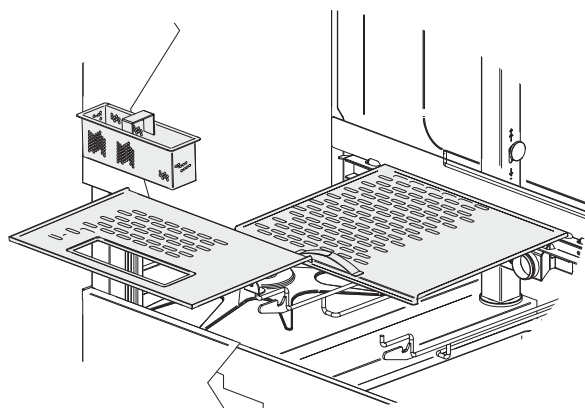

рис. 8
- После слива воды из бака извлеките фильтры и насосы (см. рис. 8 – 9). Соблюдайте осторожность, чтобы осадок не попал в баки. Почистите фильтры жесткой щеткой под струей воды под давлением.